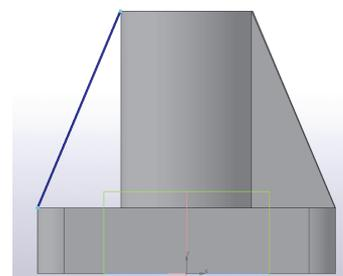

Рис. 5.13
7. Повернуть модель так, чтобы отсутствующее ребро располагалось слева, как показано на рис. 5.13 (на панели **Ориентация** выбрать, например, **Вид слева**). В плоскости **XU** создать эскиз – **Отрезок** – для второго ребра жесткости (Эскиз 5 в дереве модели). Вызвать команду **Ребро жесткости** и построить второе ребро жесткости, задав толщину 8 мм.